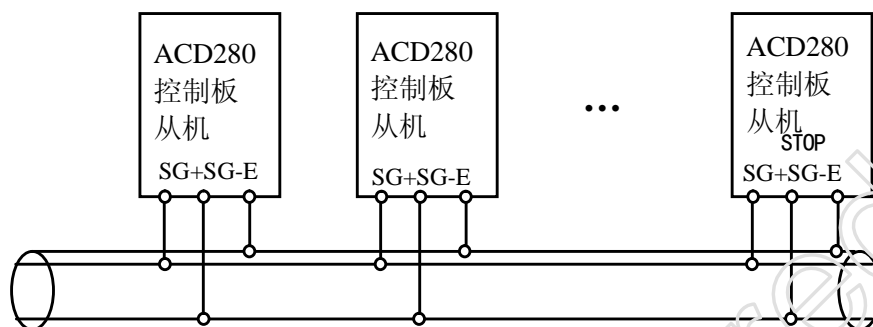

图 3-11 变频器多机通信时推荐的接线图(变频器、电机全部良好接地)
- (2) U/T1、V/T2、W/T3 端子三根电机线尽量置于金属管或金属布线槽内。
- (3) 一般控制信号线应采用屏蔽电缆，屏蔽层与变频器 PE 端相连后，以靠近变频器侧单端接地。
- (4) 变频器 PE 端接地电缆必须直接与接地板相连，不得借用其它设备接地线接地。
- (5) 强电电缆(R/L1、S/L2、T/L3、U/T1、V/T2、W/T3)不得与控制信号线平行近距离布线，更不能捆扎在一起，须保持 20~60 厘米(与强电电流大小有关)以上的距离。如果要相交，则应相互垂直穿越，如图 3-11 所示。
- (6) 强电接地线必须与控制信号和传感器等弱电接地线分别独立接地。
- (7) 禁止在变频器电源输入端(R/L1、S/L2、T/L3)上连接其它用电设备。